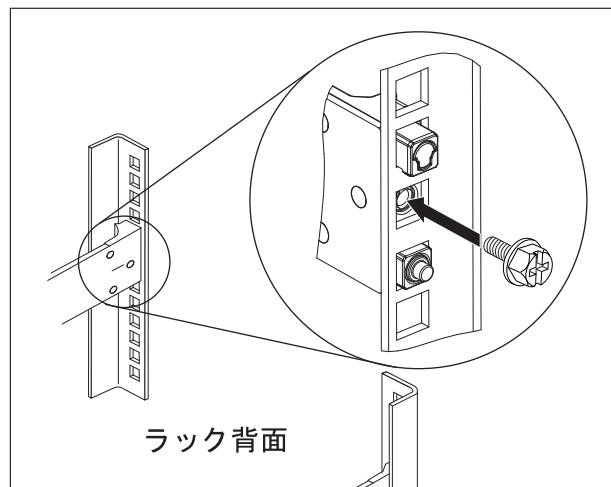

図9. ラックのスライド・レールへアプライアンスを固定する
4. 図9 に示されているように、アプライアンスのスライド・レールをラックに固定します。